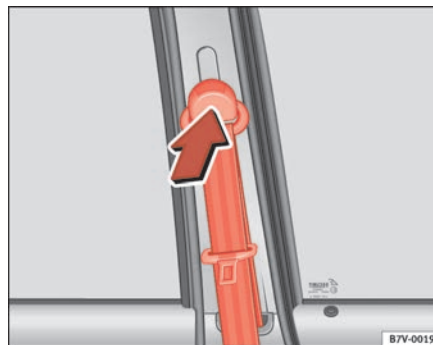

Abb. 15 Einbauort der Gurthöheneinstellung ▶
- Drücken Sie den Umlenkbeschlag im oberen Bereich ⇒ Seite 26, Abb. 15 in Pfeilrichtung und halten Sie den Beschlag in dieser Stellung.